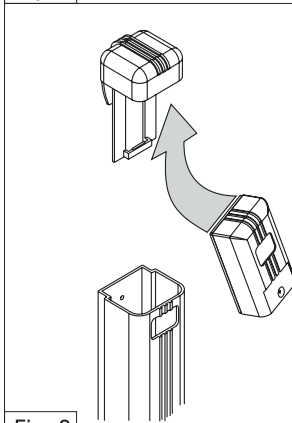
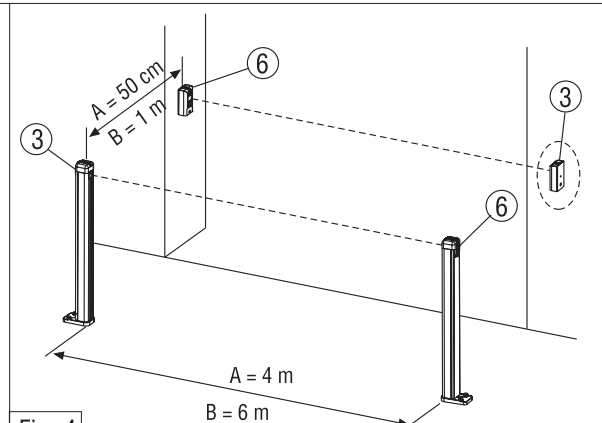

Fig. 3
Fig. 4
Fissaggio su Colonna (Fig.3 e Fig.4): Le Colonnelle (8) in alluminio anodizzato sono fornite ad una altezza da terra prefissata, da installarsi tramite un Cono di espansione (9) allo Zoccolo di base (10) con la vite (11), quindi il tutto va ancorato a pavimento con i Tasselli (12). L'estremità superiore della Colonna (8) è munita di Coperchio di custodia (1), all'interno del quale va agganciato il gruppo Proiettore (3) o il gruppo Ricevitore (6) (Fig.3); che verranno definitivamente fissati alla Colonna (8) dalla Vite (14).
Per due coppie di fotocellule (Fig.4), una di fianco all'altra, è necessario installare a fianco del Proiettore (3) di una coppia il Ricevitore (6) dell'altra coppia: per distanze tra Proiettore (3) e Ricevitore (6) fino ai 4,0 metri l'altra coppia deve scostarsi di 50 cm; oltre i 4,0 metri lo scostamento tra le due coppie deve aumentare in proporzione (dagli 80 - 100 cm e oltre).
Fixation sur potelet (Fig. 3 et 4): les potelets (8) en aluminium anodisé fournis avec la même hauteur, à installer au moyen d'un cône d'expansion (9) à la base (10) au moyen d'une vis (11), pour la fixation au sol avec des chevilles (12). L'extrémité supérieure du potelet (8) est fourni avec le couvercle (1) où à l'intérieur on va clipser l'émetteur (3) ou le récepteur (6) (Fig. 3) qui doivent être ensuite fixés au potelet (8) au moyen de la vis (14).
Pour aligner l'émetteur (3) et le récepteur (6), il faut les fixer à la même hauteur, un en face à l'autre, à une distance de 6 mètres maximum. Si on installe deux paires de cellules photoélectriques (fig. 4), un à côté de l'autre, il faut croiser les émetteurs (3) et les récepteurs (6). Pour une distance entre l'émetteur (3) et le récepteur (6) jusqu'à 4 mètres (A), l'autre paire doit s'éloigner de 50 cm (A); pour une distance supérieure à 4 mètres, les deux paires doivent s'éloigner en proportion (de 80 à 100 cm. et plus).
Montage auf der Säule (Abb. 3 und 4): Die Säulen (8) aus eloxiertem Aluminium werden nach bestimmten Höhen ausgeliefert und werden auf dem Grundsockel (10) durch einen Expansionskegel (9) mittels der Schraube (11) montiert, alles wird am Boden durch Dübel verankert (12). Die Spitze der Säule (8) ist mit einer Halter-Deckel (1) ausgestattet, woran der Lichtsender (3) oder der Lichtempfänger (6) (Abb. 3) gehängt werden; alles wird mittels der Schraube (14) an der Säule (8) befestigt.
Zur Ausrichtung des Lichtsenders (3) und des Lichtempfängers (6) müssen sie auf gleicher Höhe gegenüberliegend, in einem Abstand von höchstens 6 Meter montiert werden. Wenn zwei Lichtschrankenpaare montiert werden (Abb. 4), muss der Lichtsender (3) eines Paares neben dem Lichtempfänger (6) des anderen Paares installiert werden: wenn der Abstand zwischen Lichtsender (3) und Lichtempfänger (6) 4,0 Meter ist (A), muss das andere Lichtschrankenpaar 50 cm entfernt installiert werden (A); über 4,0 Meter muss der Abstand zwischen den zwei Paaren verhältnismäßig steigern (80-100 cm und mehr).